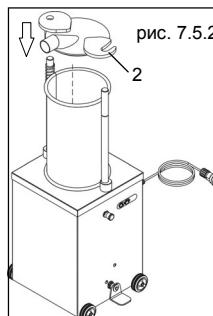

рис. 7.5.2
- установите крышку «2» на штоки и сдвиньте до упора в цилиндр (рис. 7.5.2);